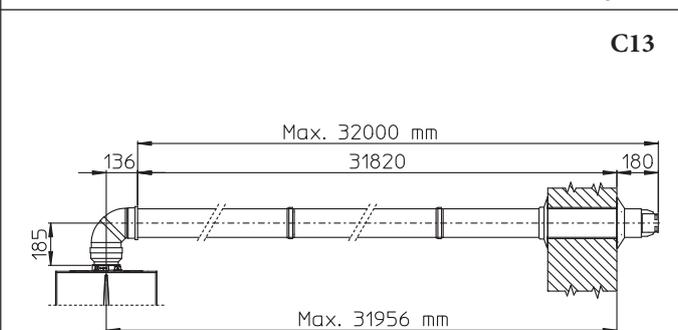

Fig. 1-17
- Prolunghe per kit orizzontale \varnothing 80/125 (Fig. 1-17). Il kit con questa configurazione può essere prolungato fino a una *misura max. di 32 m*, compreso il terminale grigliato ed esclusa la curva concentrica in uscita dalla caldaia. In presenza di componenti aggiuntivi è necessario sottrarre la lunghezza equivalente alla misura massima ammessa. In questi casi è necessario richiedere le apposite prolunghe.